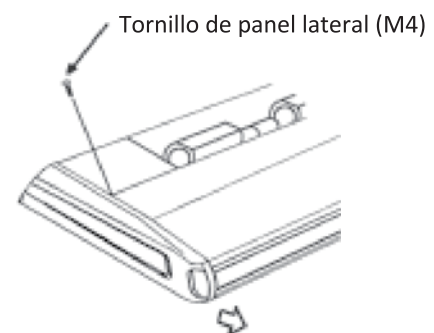

Fig. 24
- Quite el tornillo de sujeción del panel lateral y jálelo hacia el frente (dirección de la flecha) para quitarlo. (Ver Fig. 24)